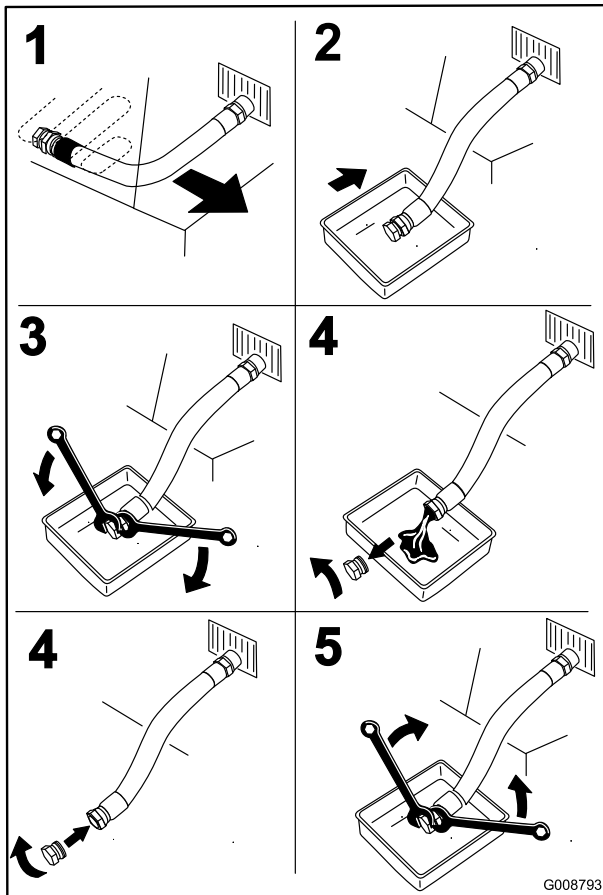

Figure 49
4. Avant de quitter la position de conduite, coupez le moteur, enlevez la clé de contact et attendez l'arrêt de toutes les pièces mobiles (Figure 49).